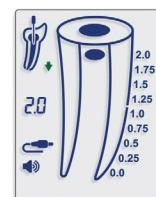

図 7
- 5.4.12. 時計回りの動きでスムーズに移動するファイルを前進させ続けます。機器が根尖孔に向かって進んでいくと、様々な周波数の音声信号を伴う根管画像内のカラーセグメントがファイルの進行状況を示します。測定値2.0、1.75、1.5、1.25、1.0、0.75、0.5、0.25、0.0(根尖孔)もしくは「OVER」が、歯のアイコン(図7~11)の下に表示されます。